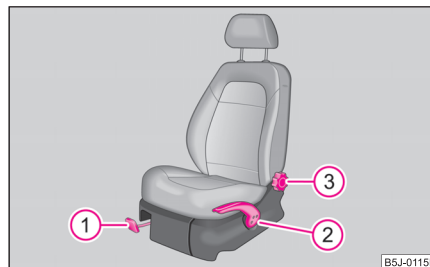

Fig. 45 Commandes du siège
- Tirez la manette ① ⇒ fig. 45 vers le haut et poussez alors le siège dans la position souhaitée.
- Relâchez la manette ① et poussez le siège jusqu'au déclic du verrouillage.